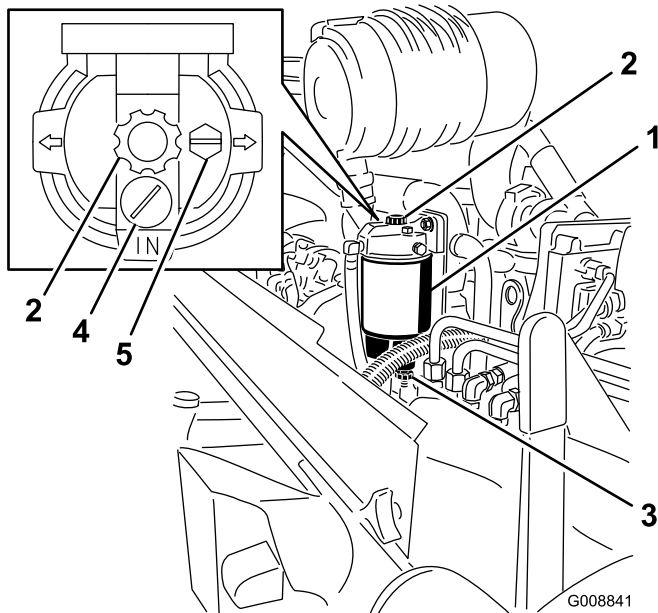

Bild 62
1. Stellen Sie einen sauberen Behälter unter den Wasserabscheider (Bild 62).
2. Öffnen Sie die Ablassschraube und pumpen die Verunreinigungen mit der Pumpe ab (Bild 62).
2. Lösen Sie die Entlüftungsschraube und die Ablassschraube, um etwas Kraftstoff abzulassen (Bild 62).